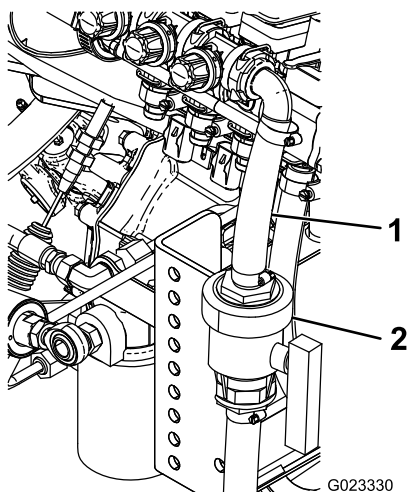

Figura 13
9. Ligue as duas extremidades do tubo à válvula do tubo de alimentação com 2 abraçadeiras de tubos (Figura 13).